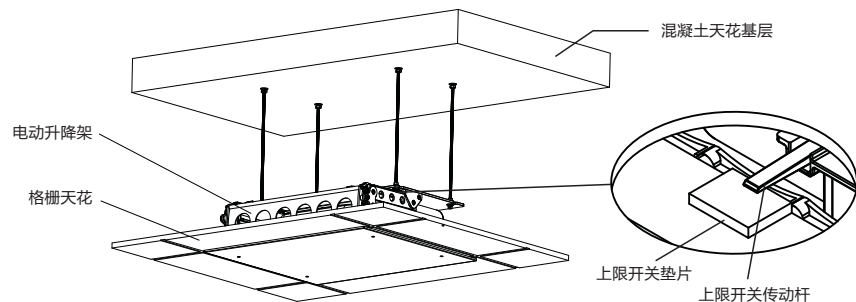

图3 (整体示意图)
3.安装电动吊架,务必对准对齐孔位,随后用螺母连接锁紧,保持吊架的底边框刚好盖住天花边框,将安装完电动吊架后遗留的空隙完全遮挡住,如图3所示。